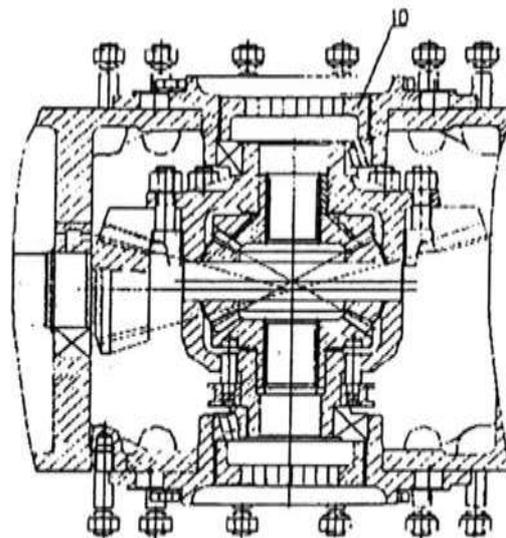

Рис. 6-5. Центральный привод
Центральная передача состоит из пары конусоцилиндрических шестерней (Рис. 6.5). Задний конец вала малой конической шестерни (7) поддерживается коническим роликоподшипником (6). Передний конец – поддерживается цилиндрическим роликоподшипником (8). Шлицы вала - соединяются с коробкой передач.
#### (1) Регулировка вала малой конической шестерни (Рис. 6-5)
Чтобы отрегулировать: затяните левую и правую регулировочную гайку (10) (Рис.6-5), чтобы осевая сила подшипников была около 350 Н.